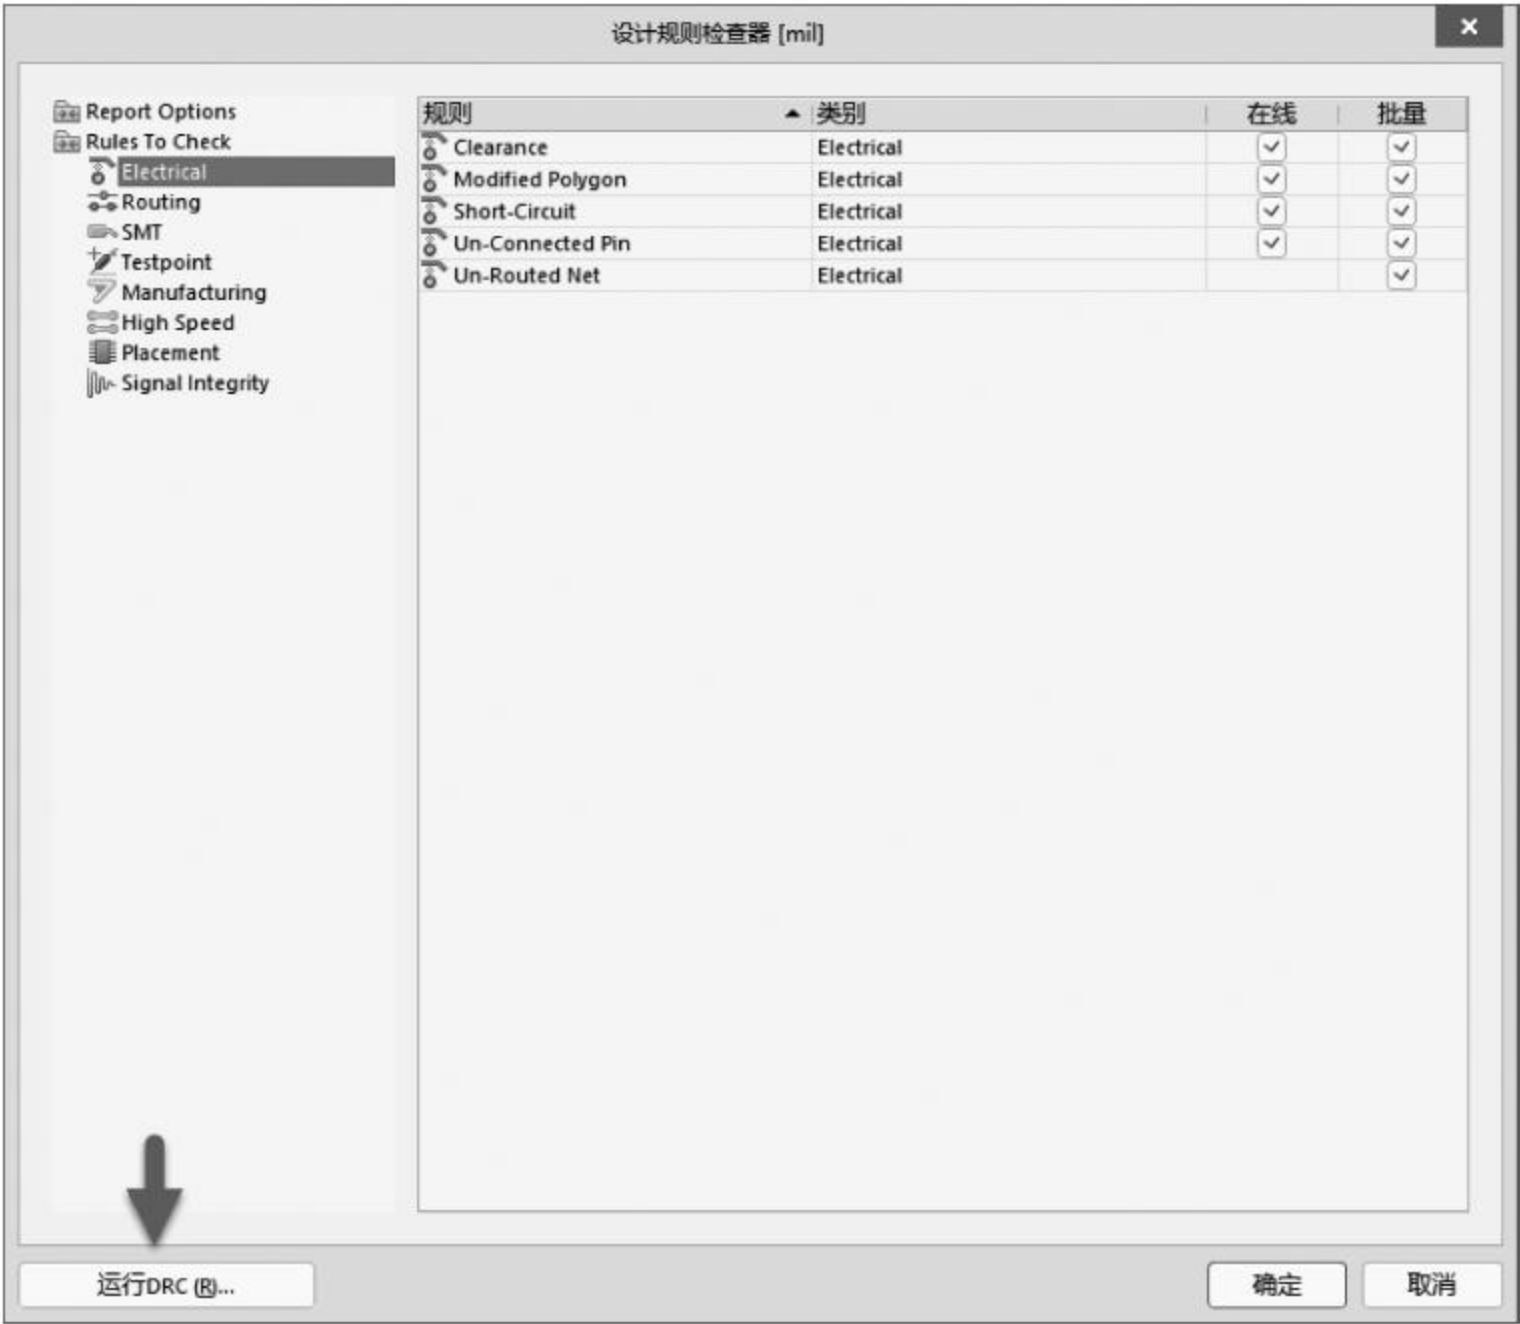

图 6-7 单击“运行 DRC”按钮
(1) 勾选需要检查的选项后,单击左下角的“运行 DRC”按钮,如图 6-7 所示。